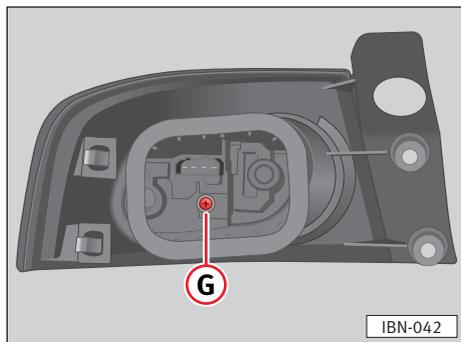

Fig. 164
- Svitare la vite ⇒ fig. 164 (G).